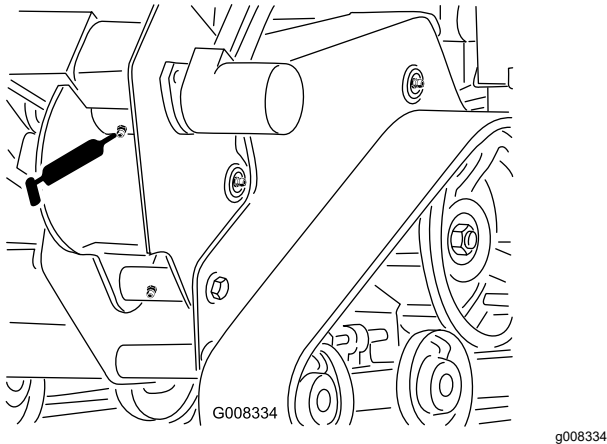

Figure 30
3. Nettoyez le graisseur du carter de la trancheuse avec un chiffon et raccordez-y une pompe à graisse (Figure 30).